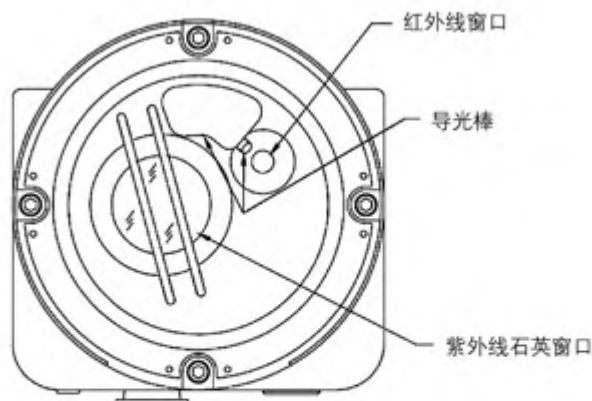

图22 紫外线和红外线窗口
4. 对导光棒重复步骤1、2和3（图22），只清洁发光棒上无镀层（无铝）的区域。